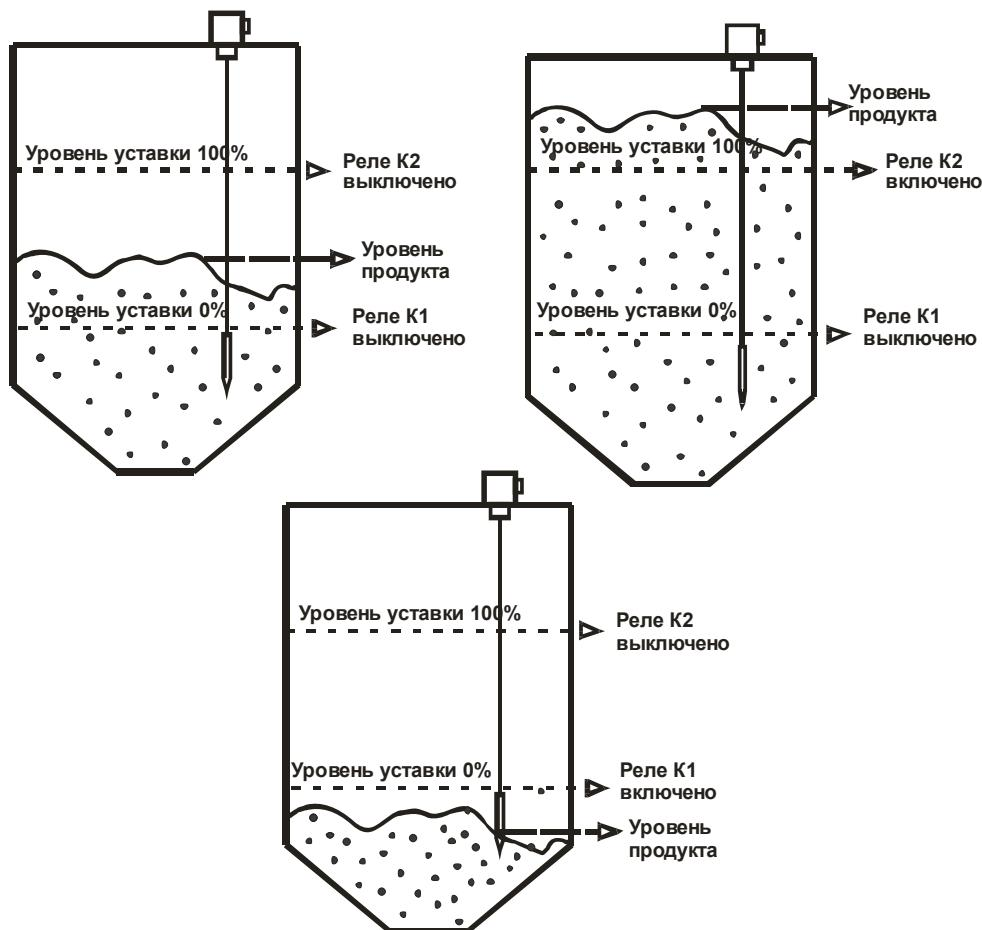

Рис.5. Состояния реле K1 и K2 в двухпороговом режиме работы (режим 2).
1.3.8 Режим 2. Двухпороговый режим (см.рис.5). В данном режиме происходит независимая сигнализация о достижении предельного нижнего или предельного верхнего уровней.
Достижение запрограммированных нижнего и верхнего уровней сигнализируется с помощью реле K1 – нижний уровень и реле K2 – верхний уровень. (табл. 6, рис. 5).